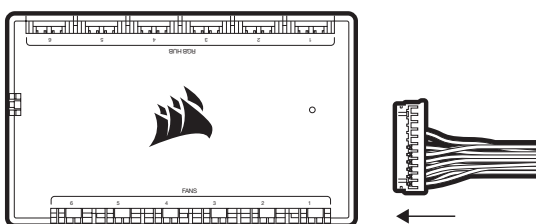

图1
- > 将泵的 24 引脚线缆连接到 COMMANDER CORE (图1)。